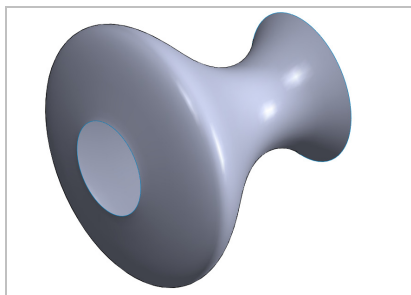

图 7-43 创建旋转曲面效果
(4) 单击【确定】按钮, 即可创建旋转曲面, 如图 7-43 所示。